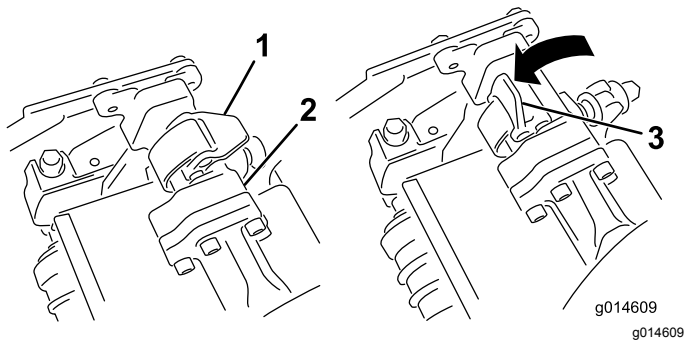

Figura 43
3. Con i fermi del braccio di sospensione rivolti verso l'alto (cioè aperti) (Figura 43), premete il braccio di sospensione verso il basso in modo che la barra si inserisca nella barra della parte superiore dell'apparato di taglio (Figura 44).
4. Chiudete i fermi spostandoli verso il basso e attorno alla barra dell'apparato di taglio, quindi bloccateli in posizione (Figura 43).
4. Aprite i fermi sulla barra del braccio di sospensione dell'apparato di taglio che state rimuovendo (Figura 43).